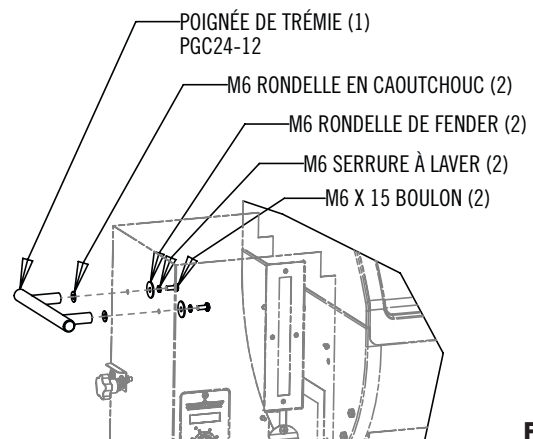

FIG. 4
1. Monter la cheminée sur le barbecue comme indiqué à la Fig. 4. S'assurer que le joint de la cheminée est placé entre le barbecue et la cheminée.
1. Installez la poignée de la trémie comme indiqué sur la Fig. 4.